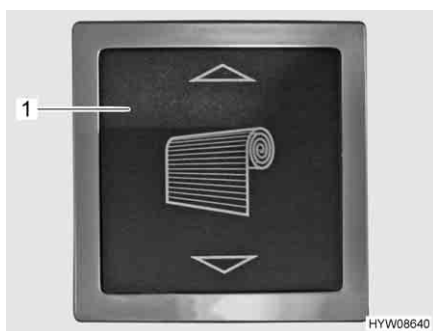
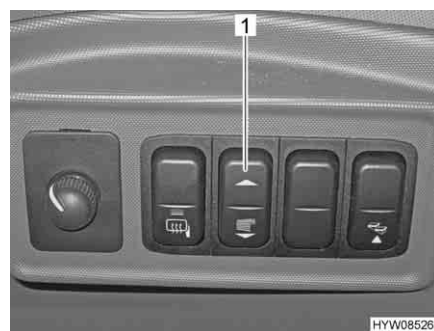

Fig. 56 Pulsante basculante per oscurante a rullo (vano abitabile)
Fig. 57 Pulsante basculante per oscurante a rullo (cruscotto)
- Premere e tenere premuto il pulsante basculante (Fig. 56,1 o Fig. 57,1), finché l'oscurante a rullo (Fig. 54,1) ha raggiunto la posizione desiderata.
- Premere e tenere premuto il pulsante basculante (Fig. 56,1 o Fig. 57,1) finché l'oscurante a rullo ha raggiunto la posizione più alta.